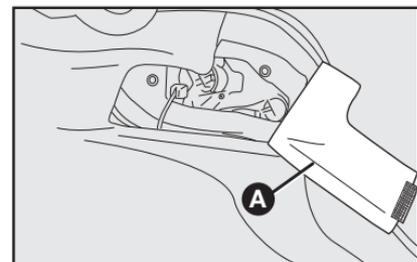

fig. 50
1) Por dentro do porta-malas, puxar a lingueta no carpete **A-fig. 50**.